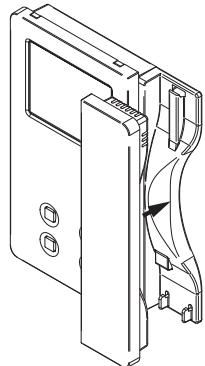

Fig. 9
- Ricollegare la cornetta ed agganciarla come mostrato in **Fig. 9**.